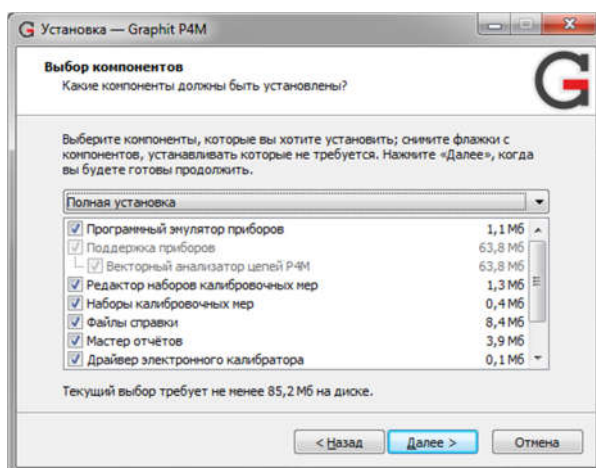

Рисунок 2.3 – Вид окна «Установка – Graphit P4M» ПО «Graphit P4M» в режиме «Выбор компонентов»
2.2.7.5 Ознакомиться с лицензионным соглашением, затем выбрать директорию для установки файлов ПО «Graphit P4M» и требуемые для установки компоненты в окне «Установка – Graphit P4M» (рисунок 2.3). Нажать кнопку «Далее» и дождаться установки ПО.